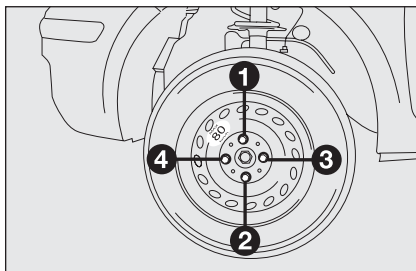

Рис. 6
- ❑ с помощью стандартного ключа окончательно затяните болты крест-накрест, как показано на **рис. 6**;